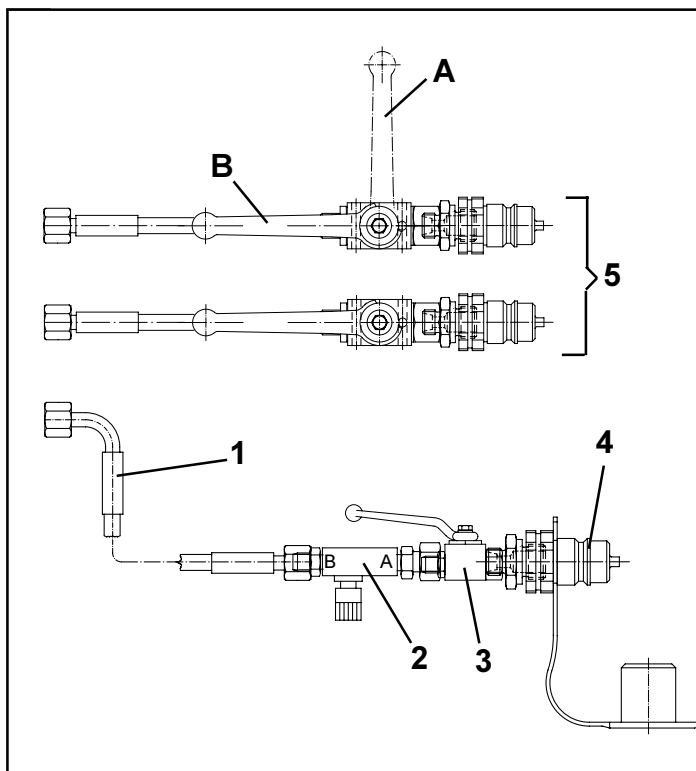

Fig. 24
- einen Hydraulikschlauch (Fig.24/1)
- eine einstellbare Drossel (Fig.24/2)
- einen Blockkugelhahn (Fig.24/3)
- einen SVK - Stecker (Fig.24/4).
geschlossen: Fig.24/A
offen: Fig.24/B
- Pos.5, Fig.24: am Streuer vorhandene Hydraulikanschlüsse für die Schieberbetätigung
- Pos.1-4, Fig.24: Hydraulikanschluss für den Limiter
- one hydraulic hose (Fig.24/1)
- one adjustable throttle valve (Fig.24/2)
- one block ball tap (Fig.24/3)
- one quick coupling plug (Fig.24/4).
closed: Fig.24/A
open: Fig.24/B
- Pos.5, Fig.24: hydraulic connections for shutter control available on the tractor
- Pos.1-4, Fig.24: Hydraulic connection for the Limiter
- un flexible hydraulique (Fig.24/1)
- un restricteur réglable (Fig.24/2)
- un robinet à boisseau sphérique (Fig.24/3)
- une prise d'accouplement rapide (Fig.24/4).
fermée: Fig.24/A
ouverte: Fig.24/B
- Pos.5, Fig.24: raccords hydrauliques sur l'épandeur pour la commande des trappes
- Pos.1-4, Fig.24: raccord hydraulique pour le limiteur
- een hydrauliekslang (Fig.24/1)
- een instelbare reduceerklep (Fig.24/2)
- een blokkogelkraan (Fig.24/3)
- een insteekkoppeling (Fig.24/4).
gesloten: Fig.24/A
- Pos.5, Fig.24: de reeds aanwezige hydraulische aansluitingen voor de schuifbediening van de strooier.